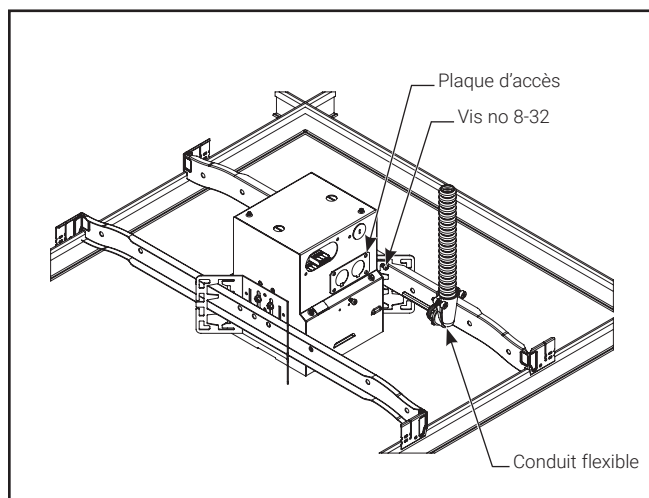

Figure 3.
- Retirez l'entrée défonçable de 12,7 mm (1/2 po) de la plaque d'accès (Figure 3).